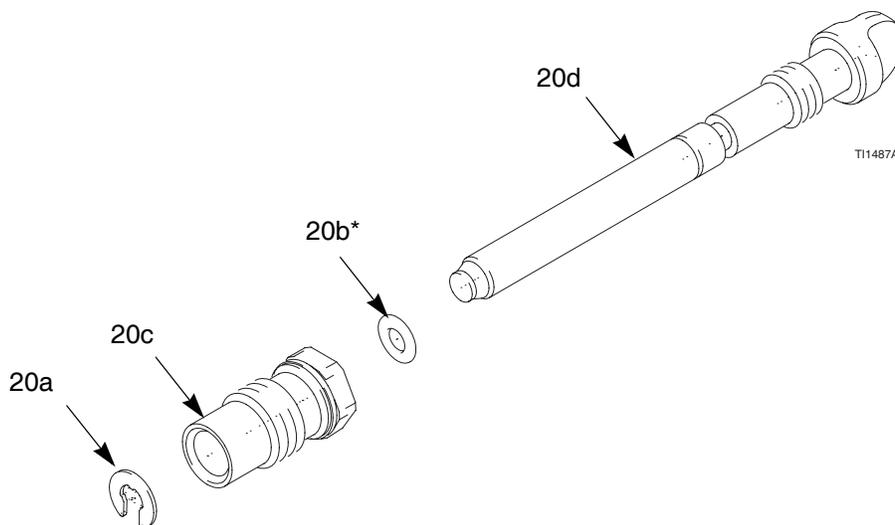

図 19. ファン空気調整バルブ
3. 止め輪 (20a) を取り外します。図 19 をご参照下さい。